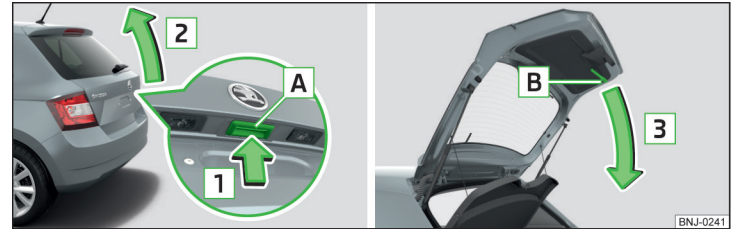

Abb. 37 Gepäckraumklappe öffnen/schließen
- Zum **Öffnen** die Taste **A** in Pfeilrichtung **1** drücken » Abb. 37.
Die Taste **A** » Abb. 37 wird beim Anfahren bzw. ab einer Geschwindigkeit von mehr als 5 km/h deaktiviert. Nach dem Anhalten und Öffnen einer Tür wird die Taste wieder aktiviert.